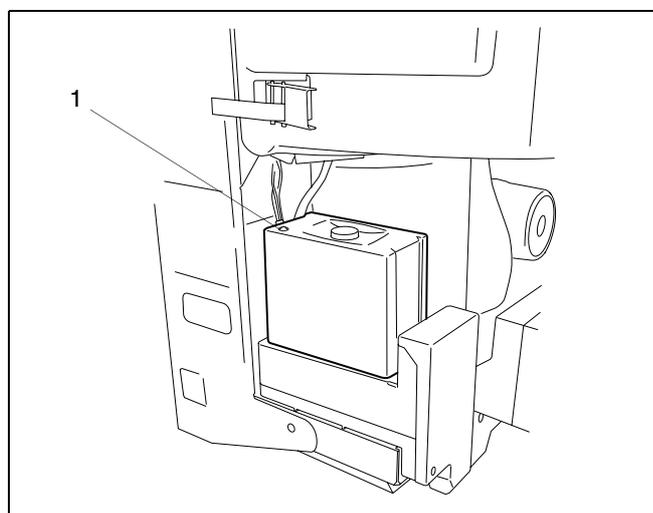

Fig. 47 UBA 3
Oltre ai codici del display sull'unità BC 10, il sistema si avvale anche di un LED a luce rossa sull'UBA 3 (fig. 47).
- Led spento, in caso di normale funzionamento (fig. 47, pos. 1).